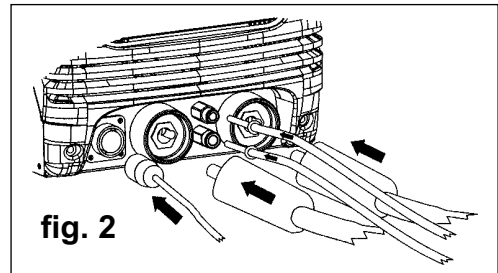

fig. 2
6.2. PNEUMATIC CONNECTION (fig. 2)